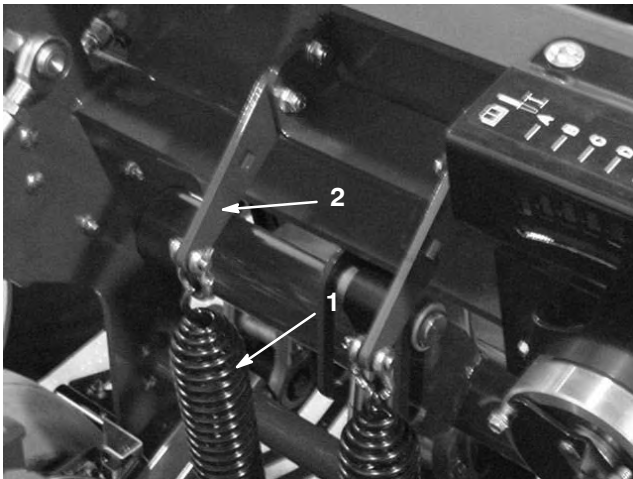

Figure 37
1. Desserrez les écrous des boulons de fixation des supports des ressorts à la tête d'aération. Laissez-les en place (Fig. 37).